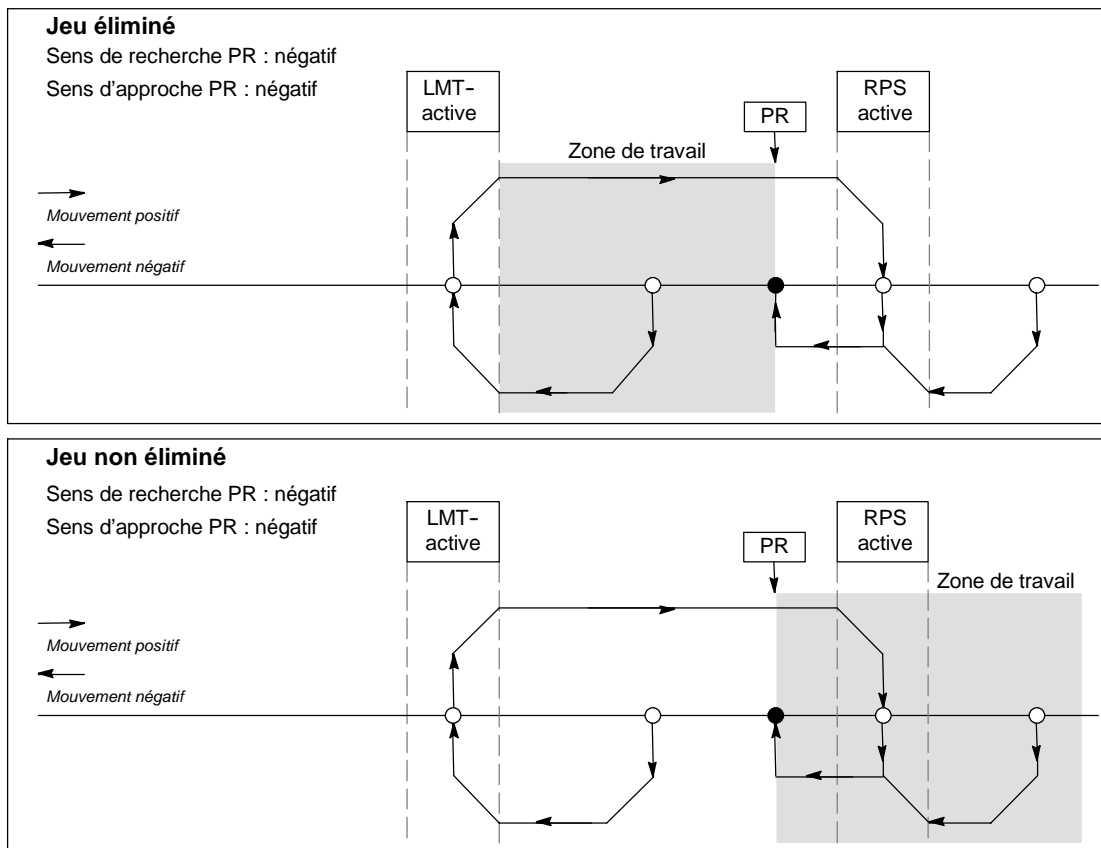

Figure 9-25 Positionnement de la zone de travail avec et sans suppression du jeu
La figure 9-25 montre la zone de travail par rapport au point de référence (PR), la zone RPS active et les commutateurs de fin de course (LMT+ et LMT-) afin d'obtenir un sens d'approche qui élimine le jeu. La deuxième partie de la figure place la zone de travail à un emplacement tel que le jeu n'est pas supprimé. La figure 9-25 montre le mode de recherche 3 du point de référence. Un positionnement similaire de la zone de travail est possible - bien qu'il ne soit pas recommandé - pour chaque séquence de recherche de chacun des autres modes de recherche du point de référence.